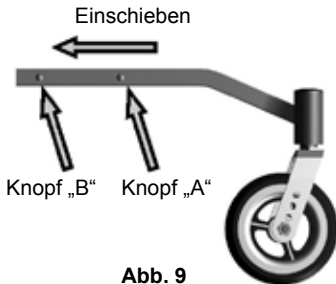

Abb. 9
- Den Knopf „B“ an den lenkbaren Laufrollen eindrücken und in die Aufnahmevorrichtung der Kippschutzaufnahme einschieben (Abb. 9). Den Knopf „A“ eindrücken und das Rohr nach hinten schieben, bis der Knopf in das mittlere Loch der Kippschutzaufnahme einrastet.